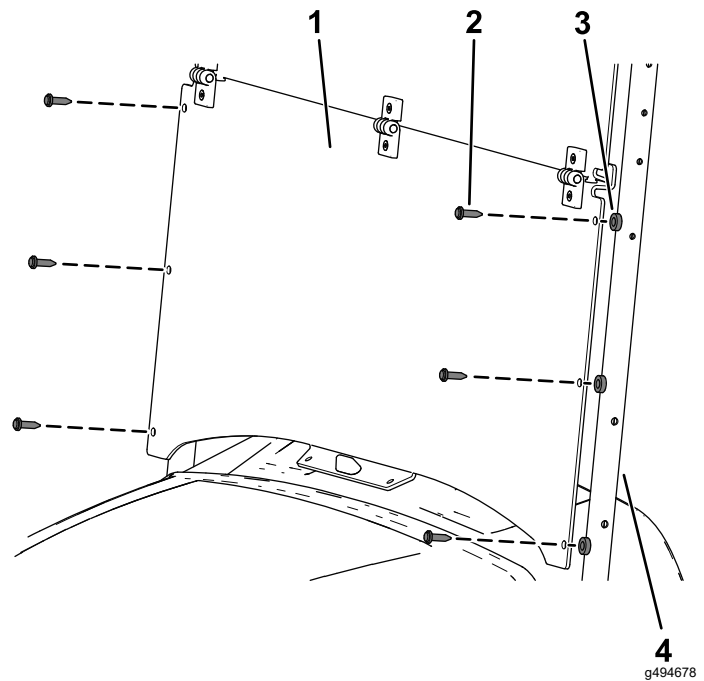

Bild 3
2. Richten Sie die Löcher im unteren Teil der Windschutzscheibe mit den Löchern in den Sonnendach-Stützrohren aus (**Bild 3**).
3. Befestigen Sie die Seiten der Windschutzscheibe mit den 6 Kunststoff-Distanzstücken und den 6 langen Kunststoffnieten an den Sonnendach-Stützrohren (**Bild 3**).